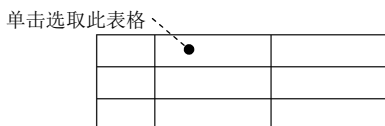
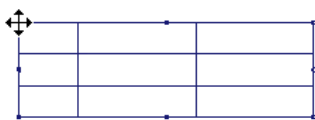

图 6.3.1 选取表格
图 6.3.2 处于选中状态的表格
Step2. 单击图 6.3.1 所示的表格，移动光标到轮廓的某一角上，直至光标变成一个四向箭头，如图 6.3.2 所示。
Step1. 按住鼠标左键框选图 6.3.1 所示的表格，在功能选项卡区域的 **表** 选项卡中选择 **表** ▾ → **移动特殊** 命令，系统提示 **从选定的项选择一点，执行特殊移动。**，选取表格上的一个基准点，如图 6.3.4 所示。